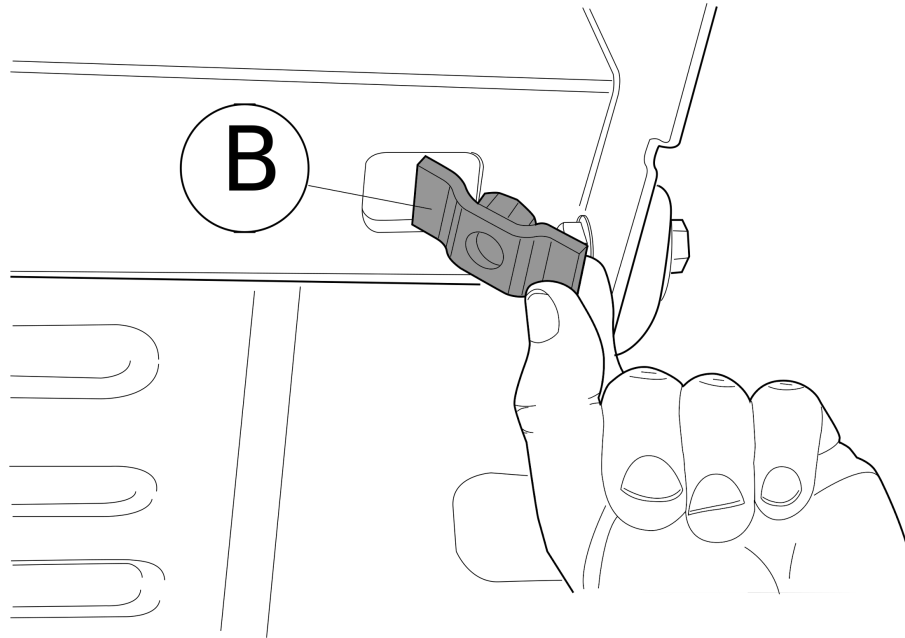

Fig. 1
4. Поместить упорные пластины В, как указано на рис. 1.